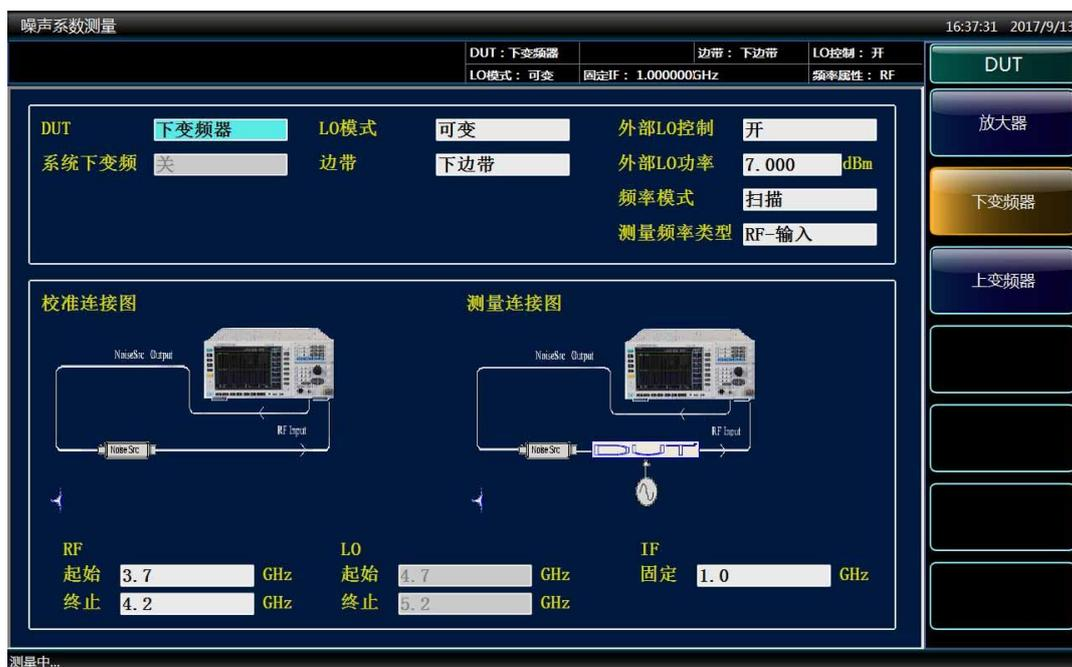

图4.26 模式设置界面
- 步骤9.** 激活固定IF频率输入框，用数字键输入1，按[GHz]单位键完成输入。模式设置界面如图4.26所示：